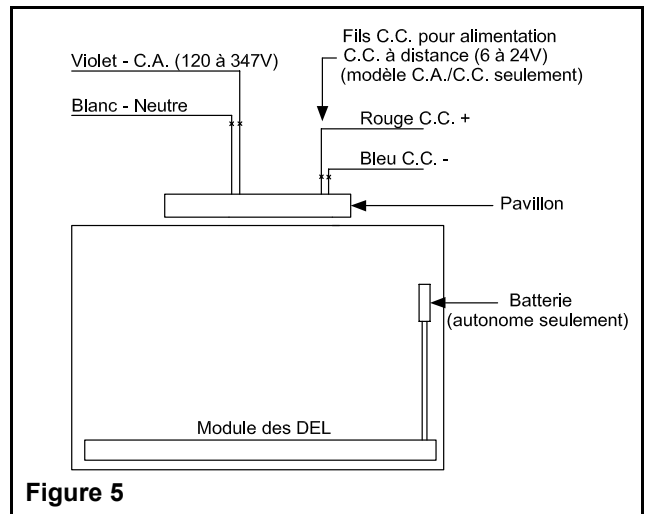

Figure 5
5. Effectuer les connexions nécessaires (voir fig. 5). Raccorder le fil violet et le fil blanc (neutre) au service de l'édifice (120 à 347V). Pousser les fils dans la boîte de jonction. Pour les modèles à alimentation C.C. à distance, raccorder le fil rouge au positif de l'alimentation en C.C. et le fil bleu au négatif (6 à 24Vcc). Connecter les fils verts de mise à terre au fil de mise à terre de l'édifice ou à la connexion de mise à terre de la boîte de jonction.
Se rapporter au câblage CA et CC de la figure 5.